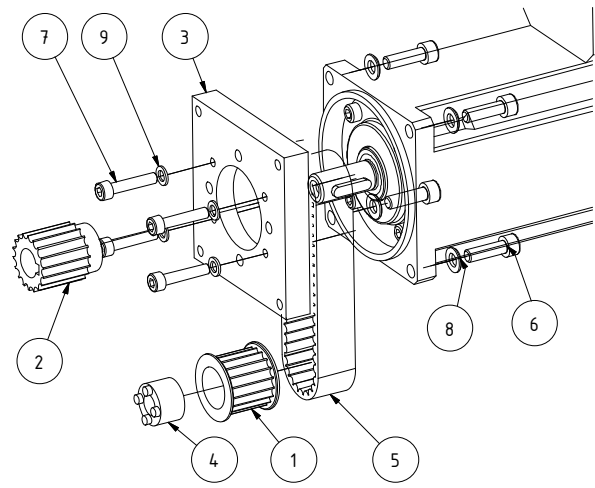

Bild2: Parallelantrieb
- ◆ 4 Schrauben (Bild2 Pos.7) leicht lösen, ca. 1 bis 2 Umdrehungen (siehe Abbildung rechts).
- ◆ 4 Schrauben (Bild 2 Pos. 7) ganz heraus drehen. Zuerst unten, dann oben.
- ◆ Motor- / Getriebeflansch (Bild2 Pos.3) durch Lösen der Schrauben (Bild2 Pos.6) demontieren.